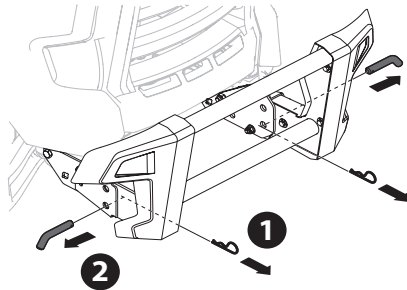

Figure 57
- Retirez les deux goupilles fendues avant d'enlever les axes de chape. Voir Figure 57.